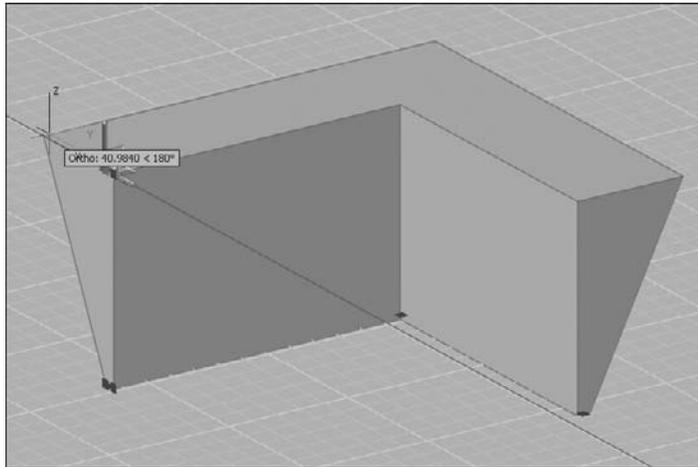

Fig.20.3
- ▶ **Polysolides** : vous pouvez utiliser les poignées disponibles pour modifier la forme et la taille des polysolides, y compris leur profil (fig.20.3). Les poignées peuvent être déplacées dans le plan XY du solide. Le profil d'un polysolide est toujours angulaire (rectangulaire par défaut).